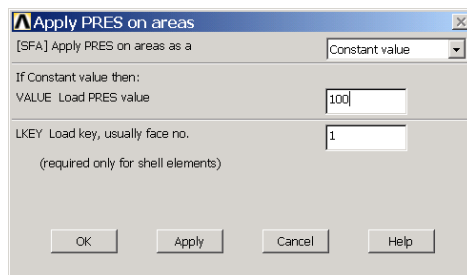

图5.28 施加表面荷载
(1) 单击工具栏上的 **RESUM\_DB** 按钮，恢复 5.2.1 节中保存的模型数据库。
(2) 单击 Main Menu>Solution>Define Loads>Apply>Structural>Pressure>On Areas 菜单对面施加表面荷载。选中要定义表面荷载的面，然后单击【OK】按钮，接着弹出如图 5.28 所示的对话框。在【Apply PRES on areas as a】下拉列表框中选择【Constant value】选项，在【Load PRES value】文本框中输入荷载值（如【100】），单击【OK】按钮即可。